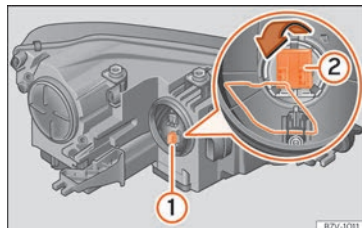

Abb. 110 Blinklichtlampenhalter **(1)** und Abbiegelicht **(2)**.
3. Lampenhalter **(1)** » **Abb. 110** bis zum Anschlag nach links drehen und mit der Glühlampe nach hinten herausziehen.
- Drahtbügel in Pfeilrichtung kräftig nach unten drücken und Lampenhalter **(2)** » **Abb. 110** mit der Glühlampe nach hinten herausziehen.